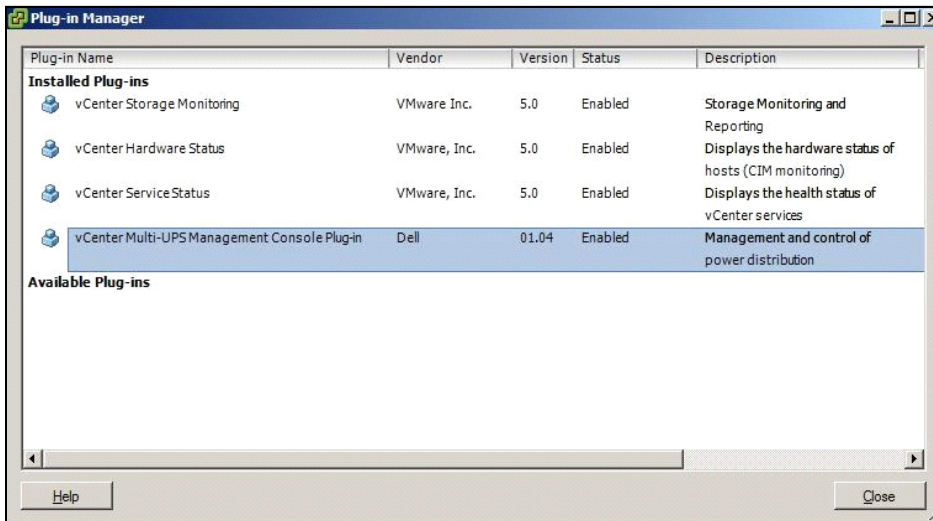

Figura 93. vCenter Plug-in Manager
- 2 Dell MUMC Il plugin per vCenter può essere visualizzato in Plug-in Manager (vedere Figura 93).